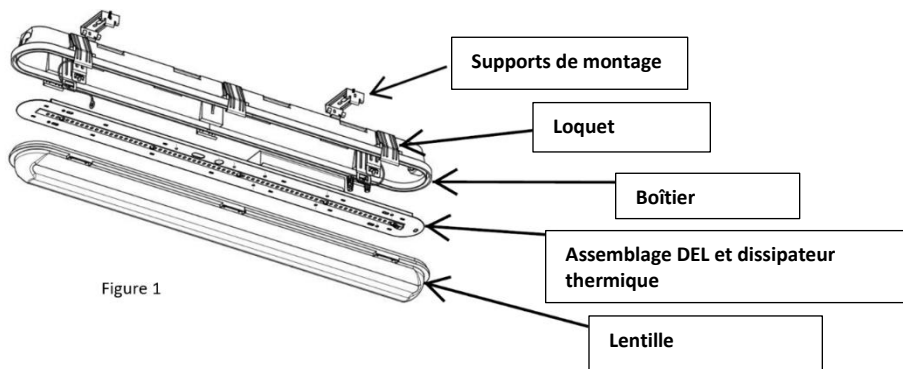
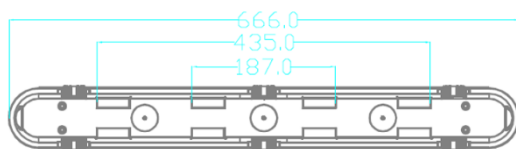

Figure 1
Figure 2
1. **Pour un montage en surface** : rattacher les supports de montage enclenchables inclus (Figure 1) au plafond ou sur la surface de montage en utilisant la quincaillerie adéquate (non incluse). Se reporter aux dessins ci-dessous (Figures 2, 3 et 4) pour l'espacement des supports.